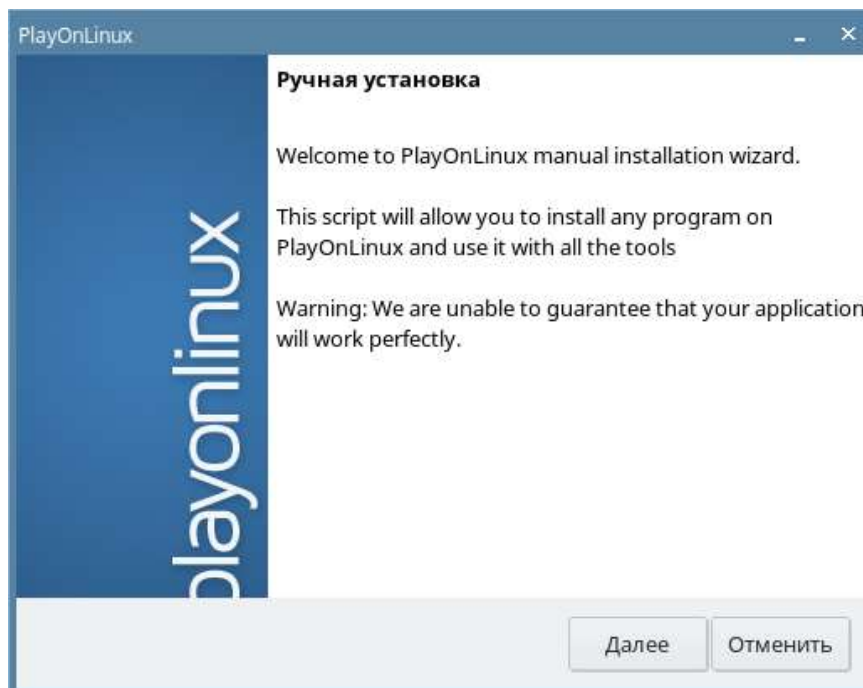

Рис. 9.28 Ручная установка
8. В окне «Ручная установка» нажмите кнопку «**Далее**» (Рис. 9.28).